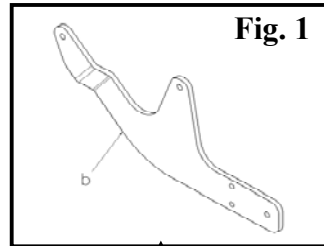

Fig. 1
- * Fest høyre bæream «b» til punktene X med skruesettet X (fig.1).